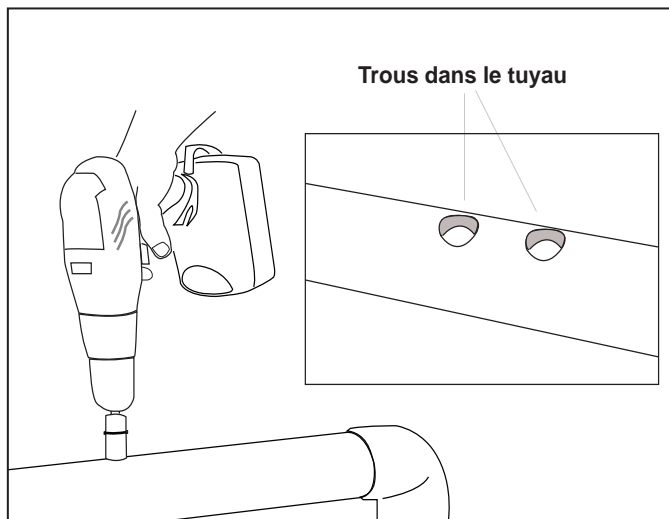

Figure 7. Percer les trous dans le tuyau
- Percer les trous dans le tuyau à l'aide de la scie à trous fournie. S'assurer que les trous sont propres et lisses (voir Figure 7).